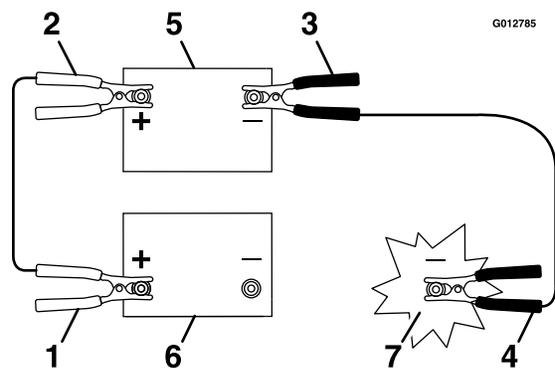

Рисунок 46
3. Подсоедините положительный (+) кабель к положительной (+) клемме разряженного аккумулятора, который соединен со стартером или электромагнитом (Рисунок 46).